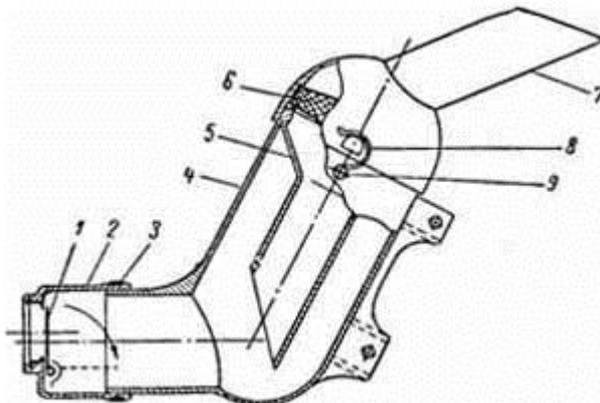

Рис. 3. Разрез воздухофильтра с глушителем шума впуска:
**Воздухофильтр.** Воздухофильтр с глушителем шума впуска объединен в один узел (рис. 3). От состояния воздушного фильтра зависит срок службы деталей кривошипно-шатунного механизма (колец, поршня, цилиндра, пальцев, втулок и подшипников коленчатого вала) и карбюратора.
**Воздушная заслонка** (рис. 3). Воздушная заслонка 1 вместе с резиновой соединительной муфтой 2 объединены в один узел.